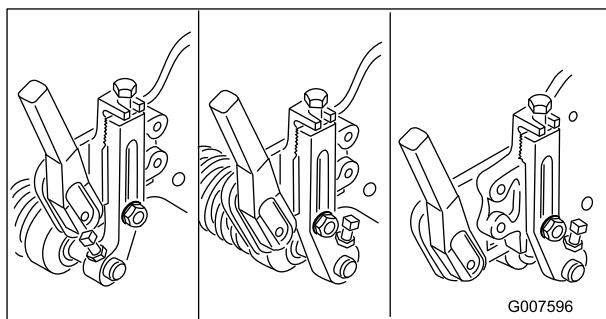

Figura 44
**Nota:** Il rullo anteriore è posizionabile in tre posizioni diverse (Figura 44), a seconda dell'applicazione e delle esigenze dell'utente.